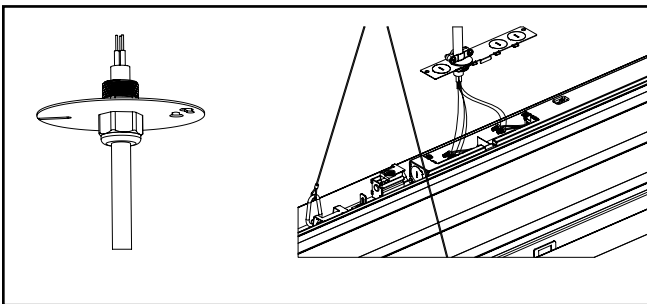

Figure 20.
9. Installez le fil sur le couvercle rond de la boîte de jonction, connectez le fil au plafond, puis installez le couvercle rond de la boîte de jonction au plafond. Connectez les fils à la boîte de jonction du luminaire : vert à vert (mise à la terre), blanc à blanc (neutre), noir à noir (sous tension). Les fils rose et violet sont fournis pour raccorder un gradateur de 0 à 10 V. Voir la figure 20.